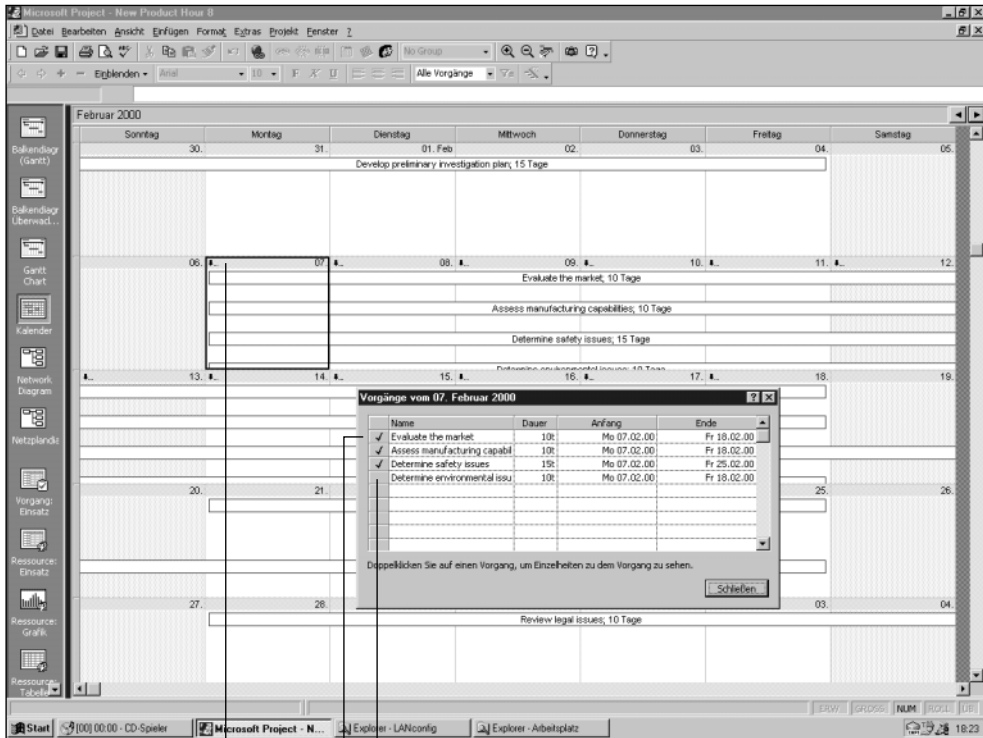

Abbildung 8.2:
1. Wählen Sie **FORMAT, BALKENARTEN**, um das Balkenarten-Dialogfeld zu öffnen (siehe Abbildung 8.2).